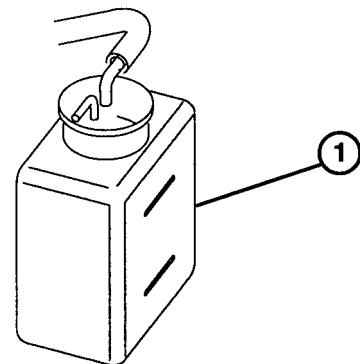

図20
2. 冷却液の量を点検する（図20）。タンクのマークの間まであれば適正（エンジンが冷えている時。）